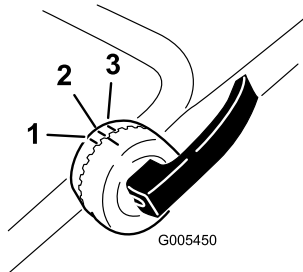

Bild 4
2. Lösen Sie die oberen Griffsperrn und drehen Sie den oberen Griff nach oben. Arretieren Sie ihn in einer für Sie komfortablen Stellung (Bild 4).
Hinweis: Sie können den oberen Griff auf die Stellung 1 bis 3 einstellen. Richten Sie die Markierung mit einer der 3 Markierungen an der Innenseite der oberen Griffarretierungen aus (Bild 4).